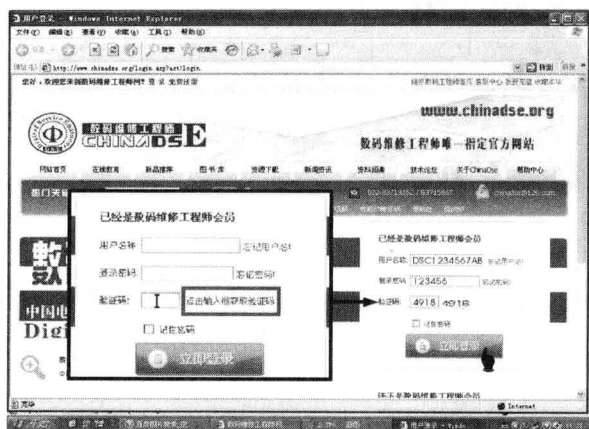

图 6 输入验证码
⑥ 用鼠标点击验证码文本框, 即可得到验证码, 将验证码正确输入后 (验证码不清晰, 可点击图标更换), 点击登录, 如图 6 所示。